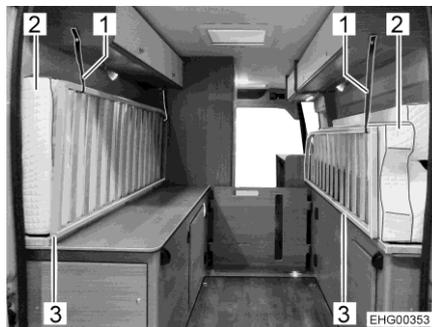

Fig. 44 Materassi e reti dei letti (posizione di trasporto)
- Ribaltare i materassi (con tavola centrale e puntone diagonale) verso il lato destro e il lato sinistro, vedi Fig. 44.
- Ripiegare in alto le due reti dei letti (Fig. 44,3).
- Fissare sui due lati i materassi (Fig. 44,2) e la rete del letto con la cintura di ritegno (Fig. 44,1).